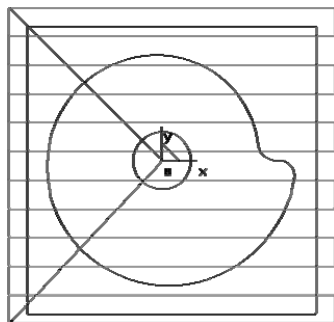

图 2-97 生成刀具轨迹
2) 单击鼠标右键确认，系统开始计算，稍后得出刀具轨迹如图 2-97 所示。